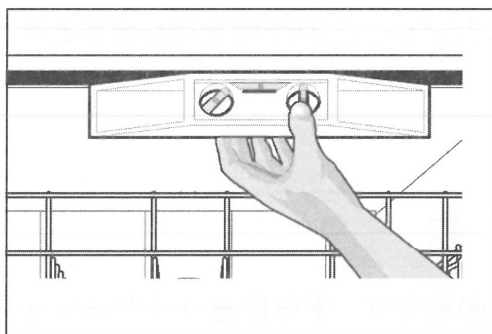

図 8a
1. タブ上部に水平器を当てて本機の左右のレベルを点検します。(図8a参照)